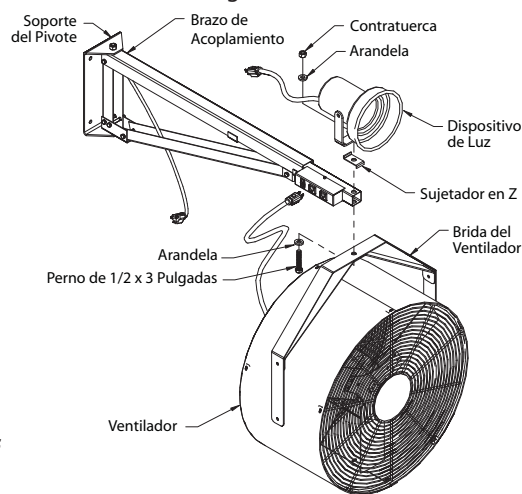

Figura 2 — Conexión del Ventilador y de la Luz
- Suba el ventilador hasta el brazo de acoplamiento, introduzca el perno de 1/2 x 3 pulgadas y la arandela a través de la brida del ventilador y el brazo. Consulte la Figura 2.